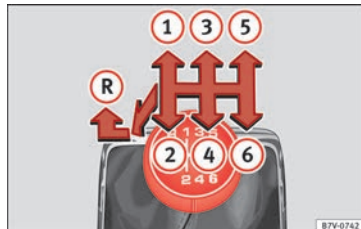

Abb. 47 Schaltschema des 6-Gang-Schaltgetriebes.
Auf dem Schalthebel sind die Positionen der einzelnen Fahrgänge dargestellt » **Abb. 47**.
- Schalthebel auf Leerlauf stellen und nach unten drücken, ganz nach links und dann nach vorne schieben um den Rückwärtsgang » **Abb. 47**  einzulegen.